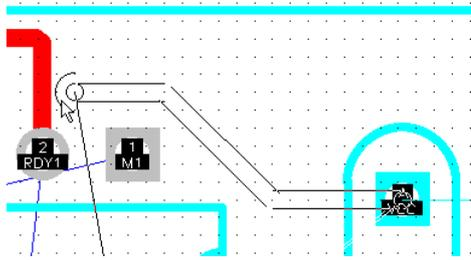

Рис. 9-31.
2) Для начала трассировки активизируйте команду **Route/Interactive**, нажмите левую кнопку мыши на контактной площадке, с которой должна начинаться трасса, и, не отпуская кнопку мыши, перемещайте курсор в направлении следующей контактной площадки, входящей в трассируемую цепь. За курсором потянется контурное изображение участка трассы (уже не одиночного сегмента, как было в предыдущем случае), автоматически огибающее, если это возможно встречающиеся препятствия (см. рис. 9-31).
кнопку мыши на контактной площадке, с которой должна начинаться трасса, и, не отпуская кнопку мыши, перемещайте курсор в направлении следующей контактной площадки, входящей в трассируемую цепь. За курсором потянется контурное изображение участка трассы (уже не одиночного сегмента, как было в предыдущем случае), автоматически огибающее, если это возможно встречающиеся препятствия (см. рис. 9-31).